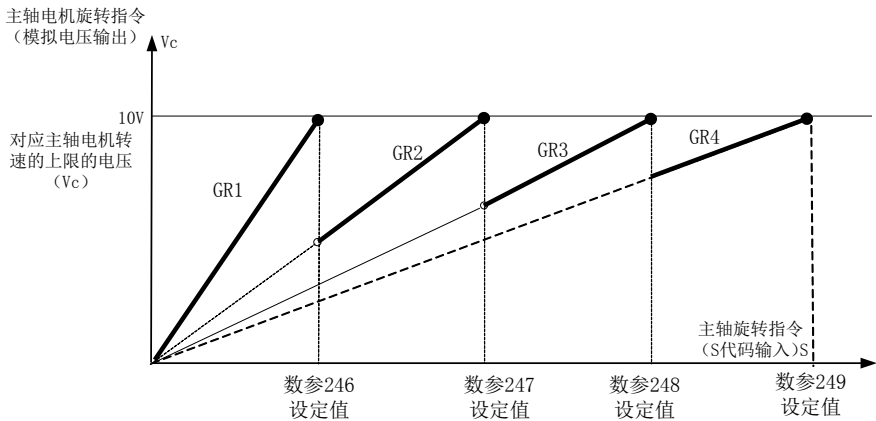

图8-1-2-1
- S 代码指令与主轴电机速度代码电压 (0~10V) 和齿轮档选择信号 (GR1, GR2, GR3, GR4) 的关系如图8-1-2-1所示。